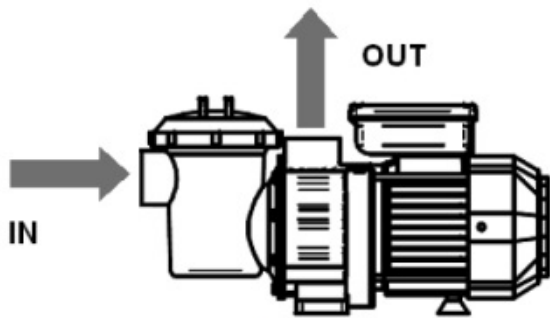

Fig. 3
- 2) IN oznacza ssanie pompy (pokazane na Rys.3)
- 3) OUT oznacza wyjście pompy (pokazane na rys.3)